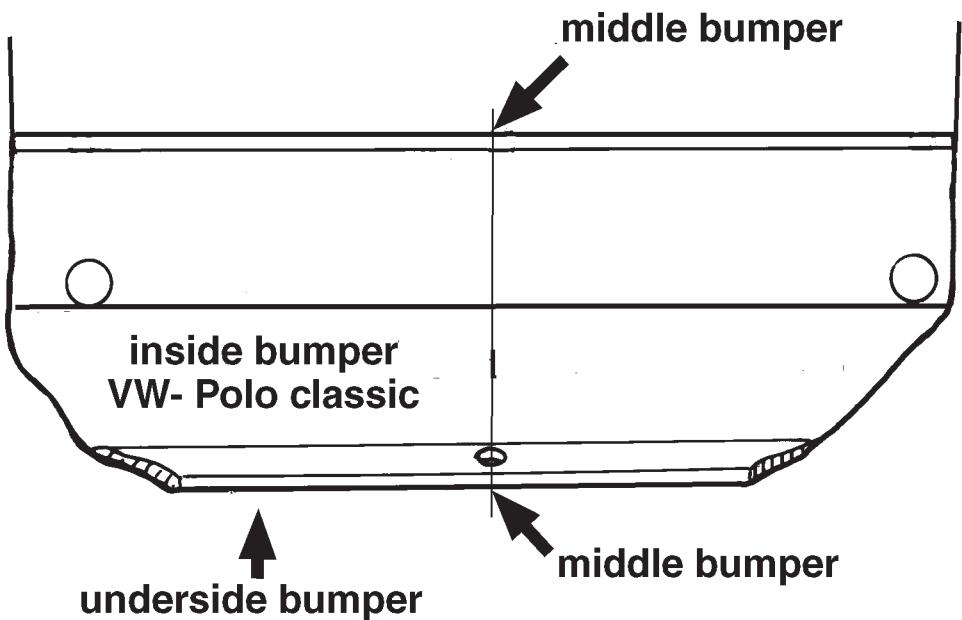
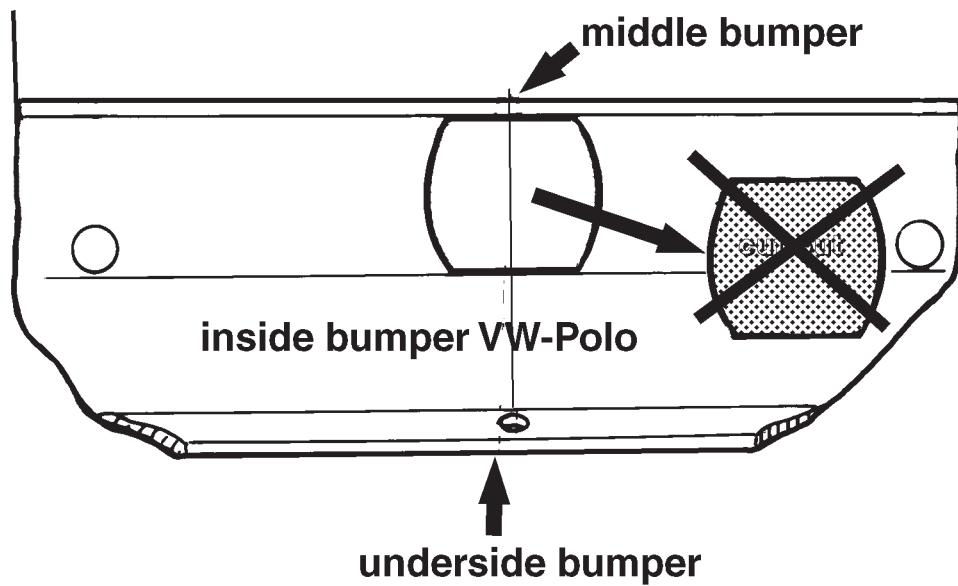

Fig. 1
Fig. 3
2. Anbring skabelonen til VW Polo Classic/ Variant ifølge fig.1 og fig.2 midt på kofangerens underside. Sav den afmærkede del af ifølge fig.3.
2. Colocar la plantilla para el VW Polo Classic/ Variant de acuerdo con las figuras 1 y 2 en el centro interior del parachoques. Serrar la parte indicada de acuerdo con la fig. 3.